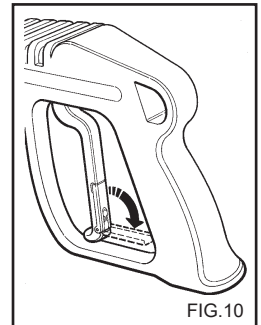

FIG. 10
- Stäng fästets skyddskåpa när rengöringsmaskinen inte används.(fig.10)